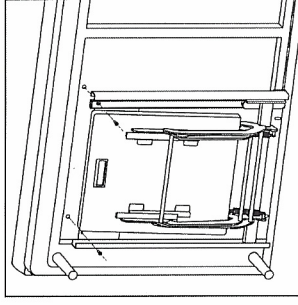

Abb. 1
C) Positionieren Sie die Fussstütze (Abb.1) und schrauben Sie zwei der beiliegenden Schrauben M6 durch die beiden Löcher im vorderen Querblech der Fussstütze in die beiden Bohrungen an der Vorderzarge des Sofagestells (Abb. 2a / Abb. 2b). Ziehen Sie die Schrauben jedoch noch nicht fest an.